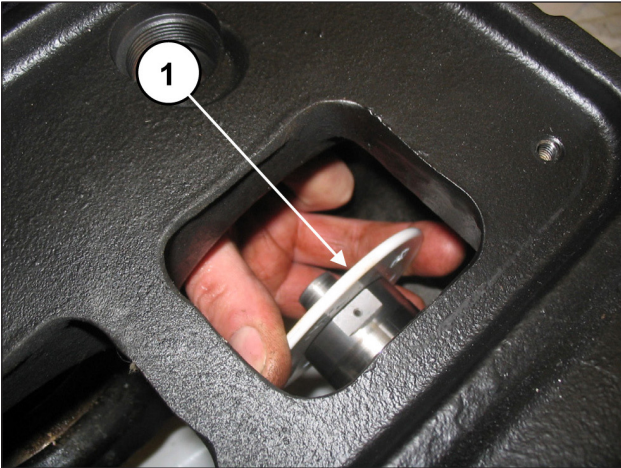

Abb. 116
Entfernen Sie die Spritzschutzringe von den Kolbenführungen (Pos. ①, Abb. 116).